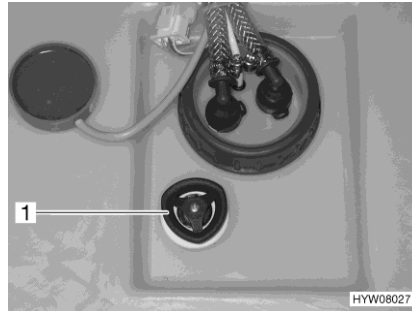

Bild 141 Drehgriff (Wassertank)
Öffnen: ■ Auf dem Wassertank den Drehgriff (Bild 141,1) entgegen dem Uhrzeigersinn bis zur ersten Raste drehen. Das Wasser läuft bis auf ca. 20 Liter aus.
Schließen: ■ Auf dem Wassertank den Drehgriff (Bild 141,1) im Uhrzeigersinn bis zum Anschlag drehen.
- Auf dem Wassertank den Drehgriff (Bild 141,1) entgegen dem Uhrzeigersinn über den Widerstand hinaus bis zum Anschlag drehen, um die Ablauföffnung vollständig zu öffnen.